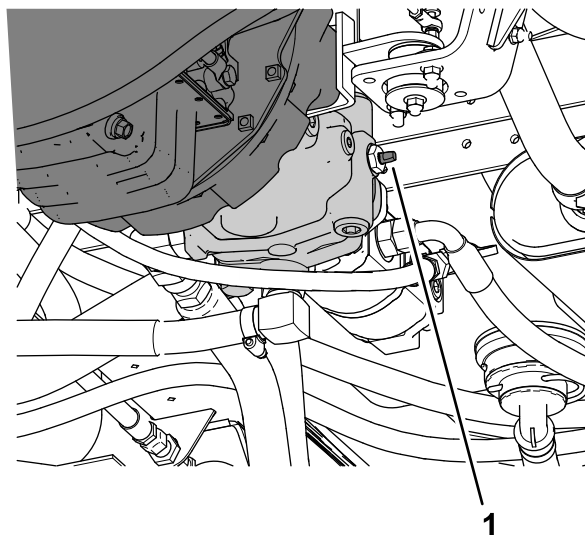

図 60
3. 牽引用バイパスバルブ 図 60を左右どちらかに90°回転させるとバルブが開く。